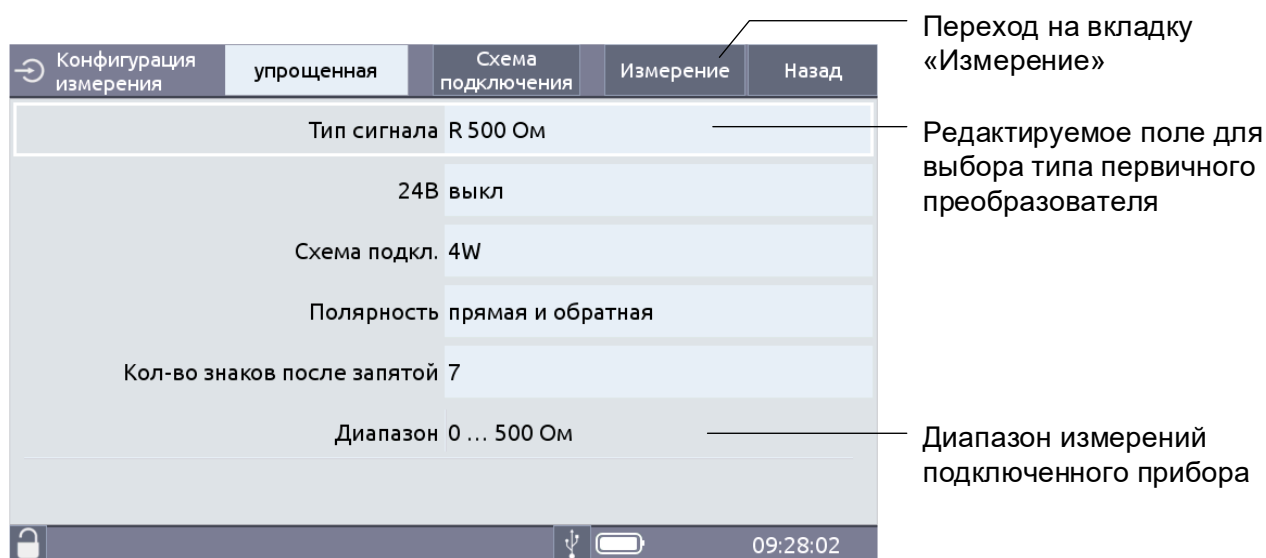

Рисунок 2.9
- «упрощенный» (см. рисунок 2.9)